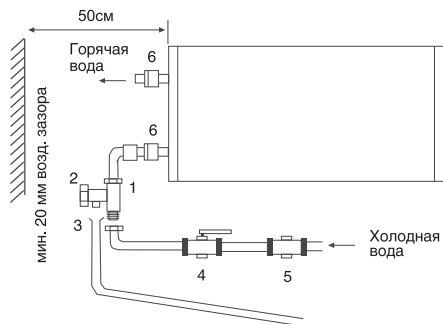

Рис. 9
1. Установка водонагревателей серий Formax, Formax Digital существенно облегчается возможностью установить их как вертикально, так и горизонтально в любом месте вашего дома, в отапливаемом (!) помещении. Желательно установить водонагреватель как можно ближе к месту использования горячей воды, поскольку чем меньше длина труб, тем меньше потери тепла. Как показано на рис. 9, при горизонтальной установке водонагревателя трубы подводки должны быть расположены слева. При установке водонагревателя рядом со стеной, оставьте рекомендованное свободное пространство для технического обслуживания. Не устанавливайте водонагреватель на горизонтальной поверхности и вплотную к полу.